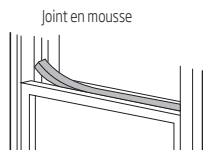

Fig. 11
5. Découpez le joint en mousse à la longueur appropriée, puis scellez l'interstice situé entre le haut de la guillotine et la fenêtre extérieure. Comme indiqué dans la Fig. 11.